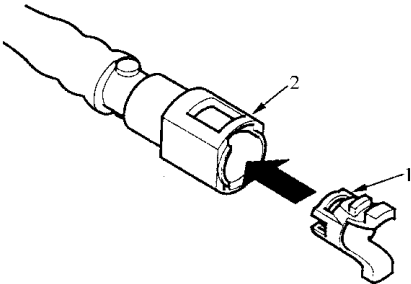

图 3-44 装入新的固定器
2) 如图 3-44 所示，如果固定器损坏或更换部件的情况时，在插接器中插入 1 个新的固定器。